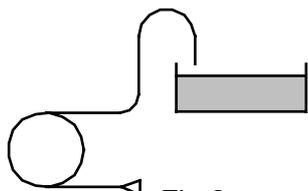

Fig.2
- Fig.2 Il est préférable d'avoir le refoulement par le dessus et à l'atmosphère.